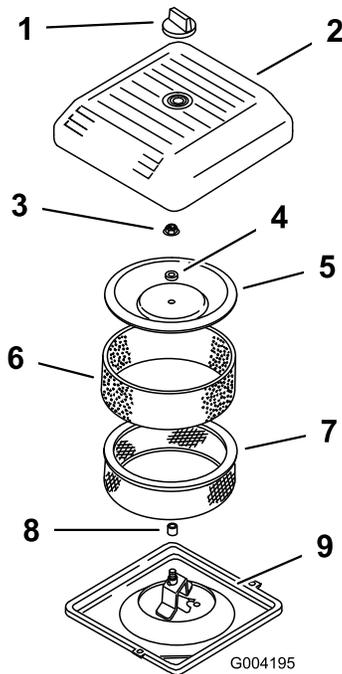

Figura 18
3. Desenrosque el pomo y retire la cubierta del limpiador de aire (Figura 18).
4. Deslice cuidadosamente el prefiltro de gomaespuma para separarlo del elemento de papel (Figura 18).
5. Desenrosque la tuerca de la tapa y retire la tapa, el espaciador y el filtro de papel (Figura 18).